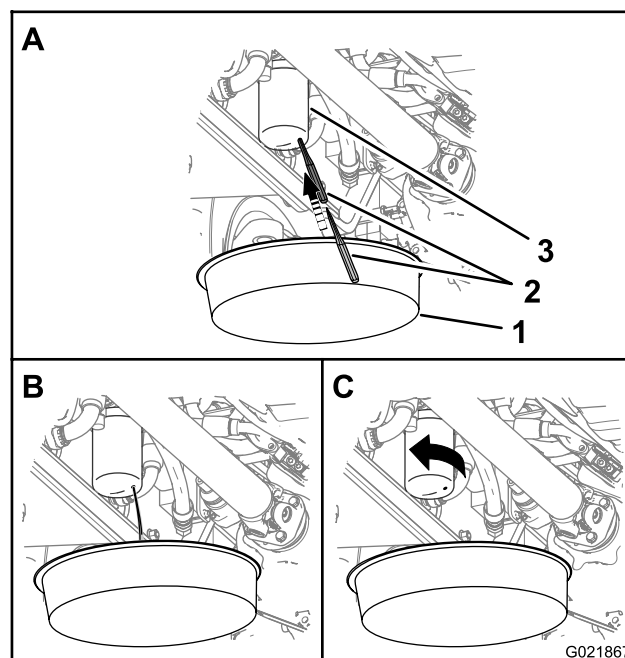

Figura 95
Nota: Puede acceder al filtro de presión hidráulico desde debajo del lado derecho de la máquina, por detrás del depósito hidráulico (Figura 95).
1. Coloque un recipiente debajo del filtro de retorno hidráulico (Figura 95).
2. Perfore la parte inferior del filtro de presión hidráulico y deje que el aceite hidráulico residual se vierta en el recipiente (Figura 95).
3. Gire el filtro de presión hidráulico en sentido contrario al de las agujas del reloj y retire el filtro (Figura 95).